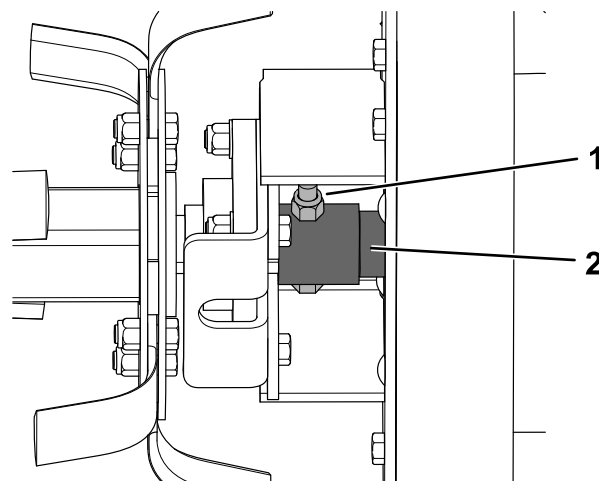

Рисунок 7
3. Отверните гайку ($\frac{5}{8}$ дюйма) и болт ($\frac{5}{8}$ x 4 дюйма), которые крепят переходник привода к ротору в сборе (Рисунок 7).
3. Прикрепите переходник привода к ротору в сборе при помощи гайки ($\frac{5}{8}$ дюйма) и болта ($\frac{5}{8}$ x 4 дюйма), как показано на Рисунок 7. Затяните болт с моментом от 183 до 224 Н·м.